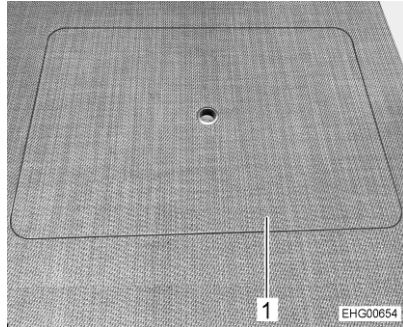

Bild 34 Servicetäcke dubbelgolv
- Öppna ett av servicelocken (Bild 34,1) i vardagsrummet.